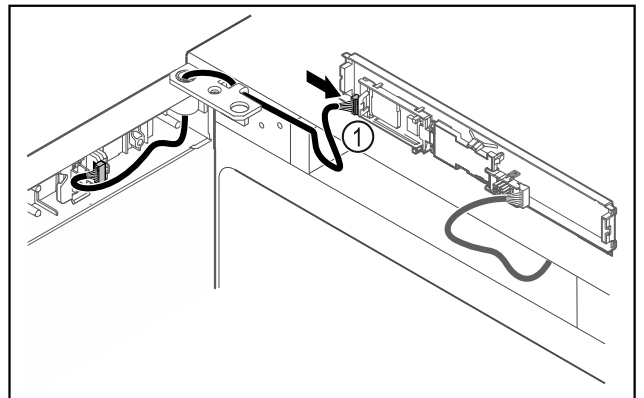

Fig. 50
- Stecker Fig. 50 (1) an Platine anstecken.